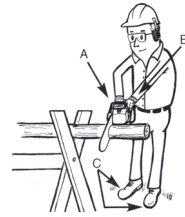

Bild 12
4. Sägen auf einem Sägebock (Bild 12):